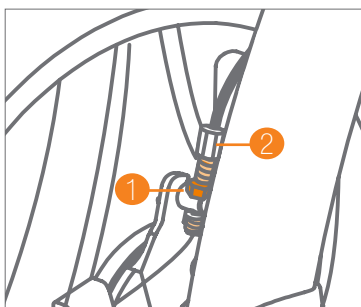

Figuur 77: Remafstelling via de afstelmoer, net onder de vergrendelingsring.
- b. Maak eerst de vergrendeling los (trek de kabel naar beneden om het gemakkelijker te maken). Dit geeft je ruimte om de schroef eronder af te stellen (**Figuur 77**).